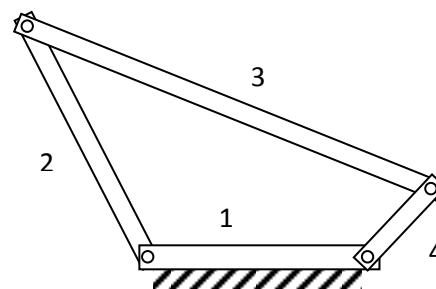

Figura 2. Mecanismo com 4 barras articuladas, barra 1 fixa
16. Na figura 2, o mecanismo de quatro barras esquematizado, sendo $l_3 > l_2 > l_1 > l_4$, tem a barra 1 fixa.